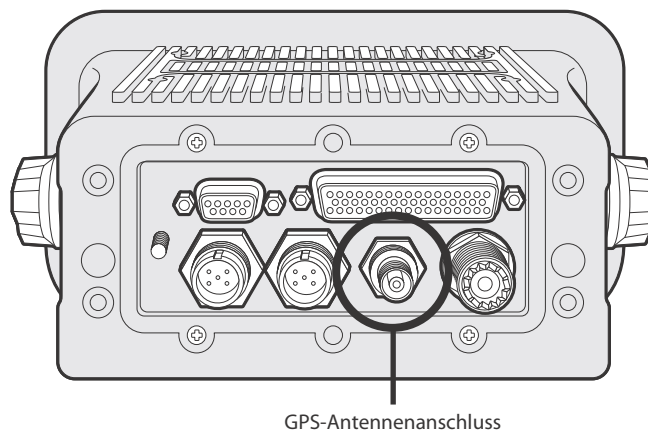

Abbildung 38 GPS-Antennenanschluss
- Schließen Sie das GPS-Antennenkabel an den GPS-Anschluss am AIS-Transponder wie in Abbildung 38 dargestellt an.
Wenn die Antennen nicht bereits angeschlossen sind, sollten die GPS- und die VHF-Antenne nun an den Transponder angeschlossen werden. Weitere Informationen hierzu finden Sie in Abbildung 38 und 40.